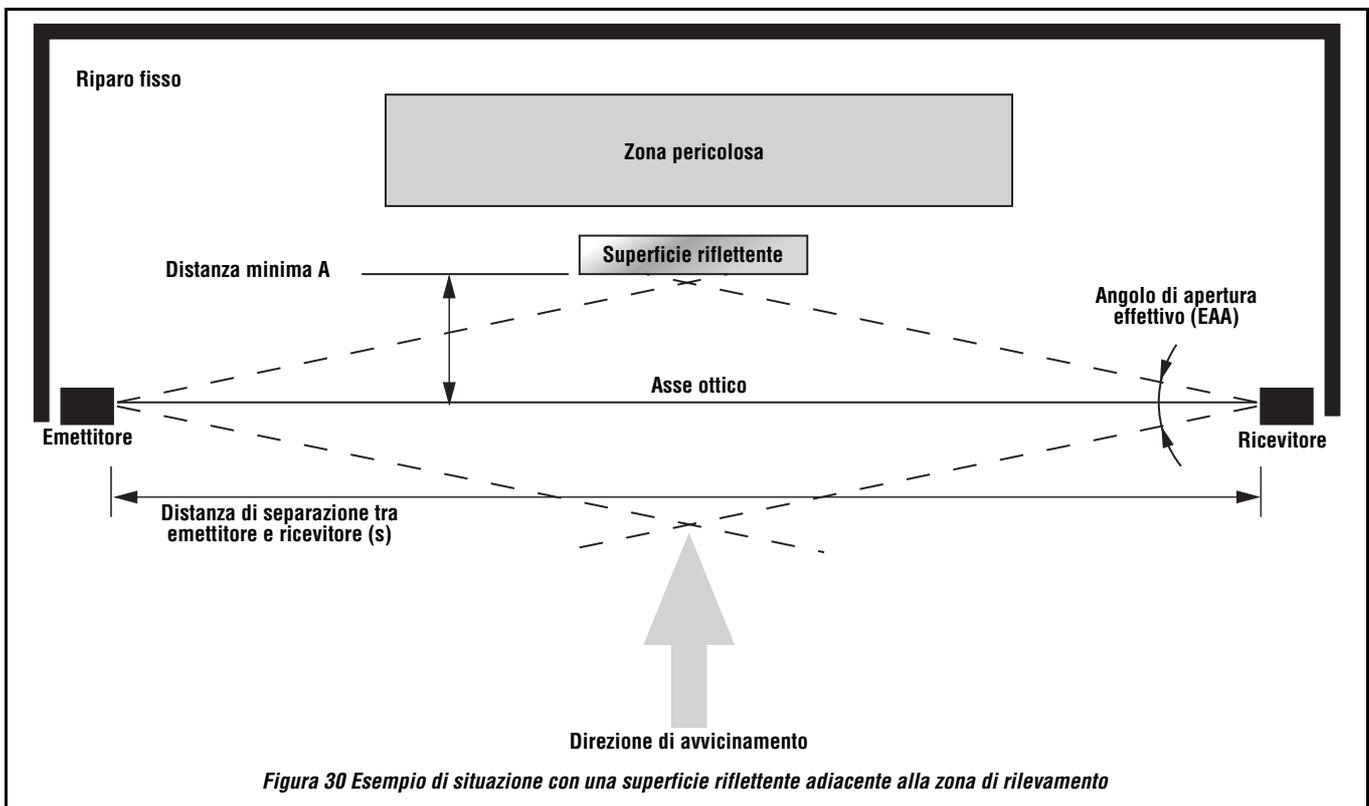

Figura 30 Esempio di situazione con una superficie riflettente adiacente alla zona di rilevamento
Per distanze da 0,2 m a 3,0 m, la distanza minima d'interdizione (A) è 135 mm (vedere la Figura 30 a pagina 30).
Per distanze superiori ai 3 m, una semplice formula permette di calcolare la distanza di interdizione A, in base alla distanza di separazione (S) tra emettitore e ricevitore, e dall'EAA del sistema MINI-SCREEN (Tipo 4) (vedere la Figura 30 a pagina 30). Per calcolare la distanza minima di interdizione, utilizzare la seguente formula: